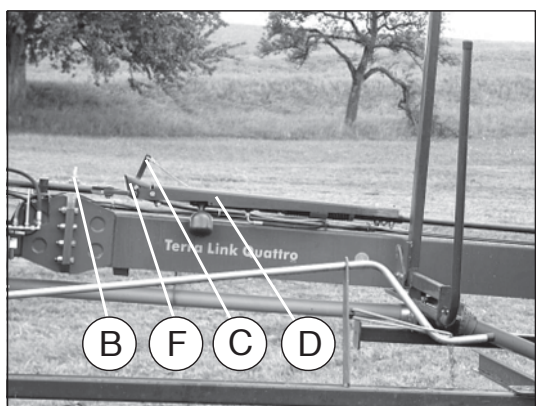

Рисунок 6-4
- Машину можно транспортировать только в заблокированном положении (ригель „F“, рисунок 6-4 зашелкнут). Всегда закрывать шаровой кран (B).